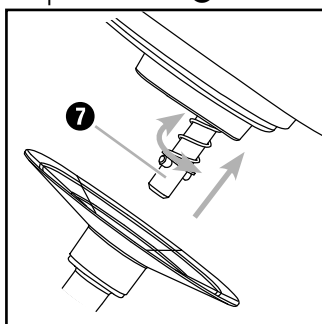

Fig.1 Montering af indsatserne
- 4) Sæt æltekrogen **10**, piskeriset **11** eller rørekrugen **12** på drivakslen **7** afhængigt af, hvad du skal lave (Fig. 1):